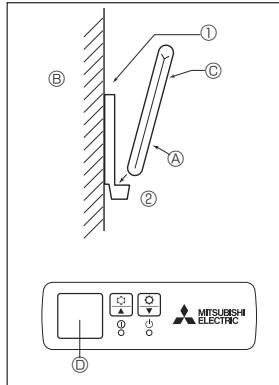
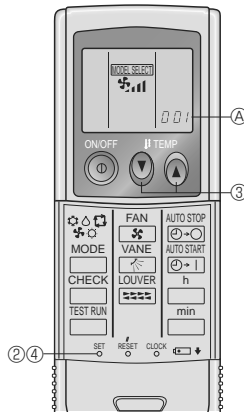

Fig. 6-2
Fig. 6-3
2) Aufstellverfahren (Fig. 6-2)
- ① Die Halter der Fernbedienung mit zwei Blechschrauben am gewünschten Ort anbringen.
- ② Die Unterseite der Fernbedienung in den Halter einsetzen.
3) Einstellung (Fig. 6-3)
- ① Batterien einlegen.
- ② SET-Taste mit einem spitzen Gegenstand drücken. **MODEL SELECT** blinkt und die Modellnummer leuchtet.
- ③ Temp- (A) -Taste zum Einstellen der Modellnummer drücken. Bei einem Fehler ist die ON/OFF (B) -Taste zu drücken und der Vorgang ab Schritt ③ zu wiederholen.
- ④ SET-Taste mit einem spitzen Gegenstand drücken. **MODEL SELECT** und Modellnummer leuchten drei Sekunden lang und werden dann ausgeschaltet.